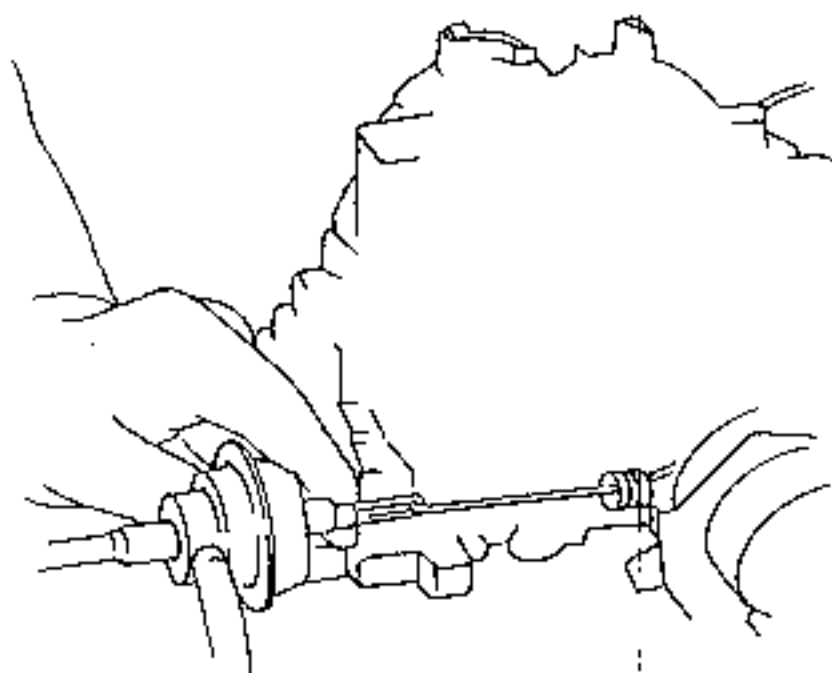

Bild 54
- Falls erforderlich, mit einem Schraubenzieher die Schraube in der Rückseite der Membrane verstellen, wie es aus Bild 54 ersichtlich ist.